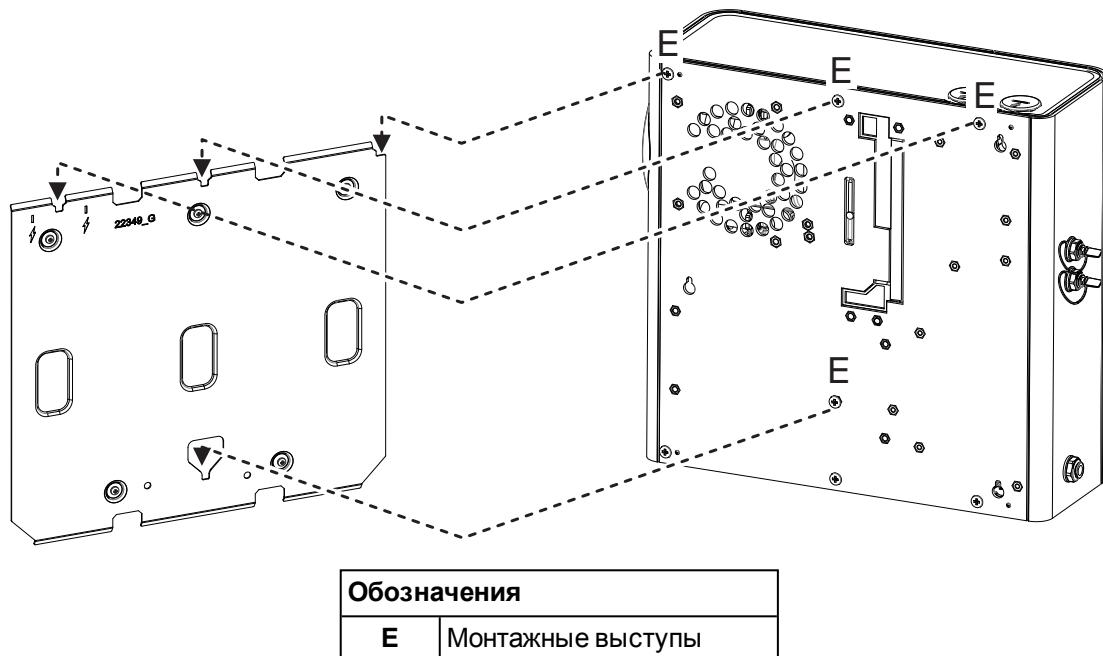

Рис. 4-8: Монтаж извещателя
4. Совместите монтажные выступы (E) на задней панели извещателя с гнездами под выступы на монтажном кронштейне и сместите извещатель вниз так, чтобы его верхний край располагался заподлицо с верхним краем монтажного кронштейна (Рис. 4-8).